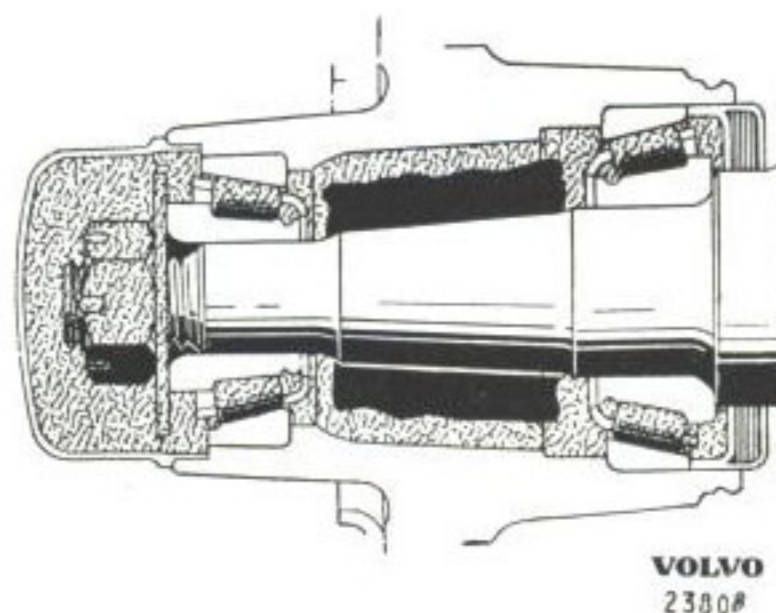

Bild 32. Smörjning av framhjulslager.
7. Pressa in fett i lagren med hjälp av smörjapparat. Finns ej sådan tillgänglig, baka in lagren för hand med så mycket fett som får plats mellan rullhållare och lagrets innerring. Stryk även fett på lagrens yttersidor och på de i navet ipressade ytferringarna. Urholkningen i navet fylls med fett runtom upp till minsta diametern på ytferringen för yttre lagret, jämför (bild 32).